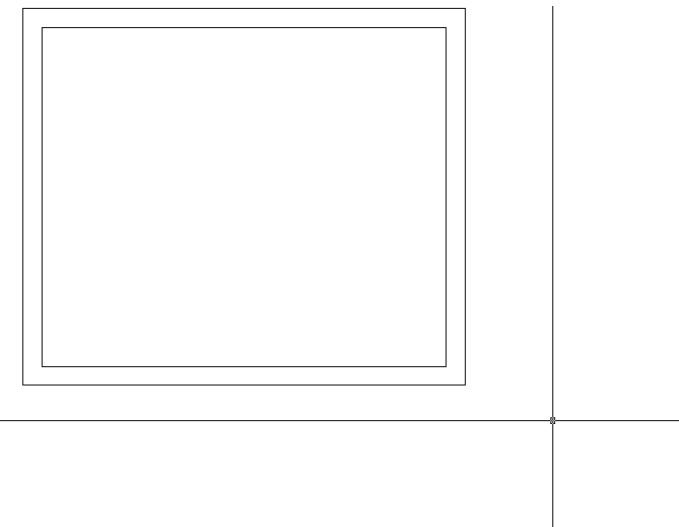

Рис. 2.14 ▶ Все внутренние линии чертежа сопряжены
4. Выполнив сопряжение двух следующих линий, снова запустите инструмент **Сопряжение** (Fillet) и продолжайте его применять до тех пор, пока не закончите сопряжение всех углов (рис. 2.14).
Конечно, результат, представленный на рис. 2.14, по-прежнему лишь отдаленно напоминает чертеж, показанный на рис. 2.2. Однако теперь вы освоили не только инструмент **Подобие** (Offset), но и инструмент **Сопряжение** (Fillet), что, как вы вскоре убедитесь, вам еще не раз пригодится. Команды **Подобие** (OFFSET) и **Сопряжение** (FILLET) являются едва ли не наиболее часто используемыми инструментами AutoCAD. В следующих главах мы подробнее ознакомимся с методами их применения.